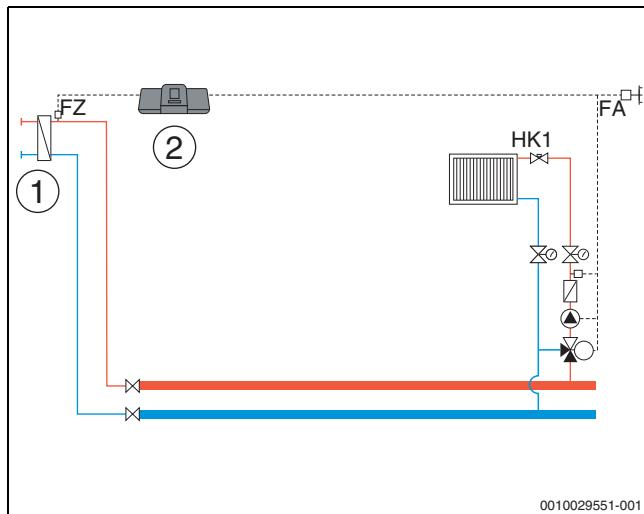
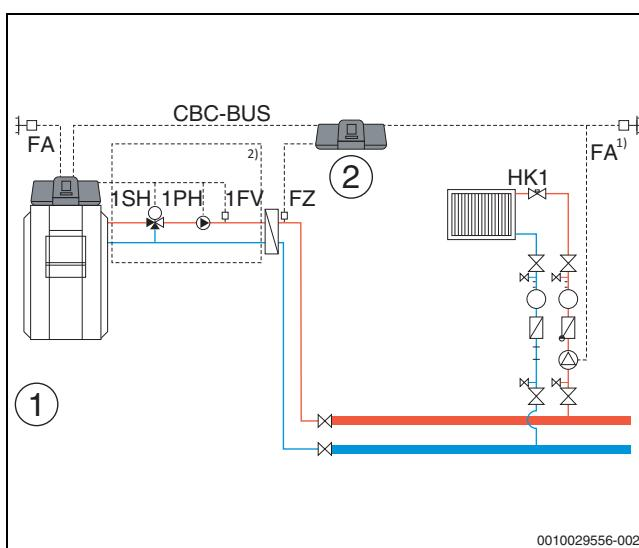

Bild 30 Variante 1: Fremde Wärmequelle mit Zubringerpumpe, Lastbegrenzung und Kompensation Wärmeverluste über FZ
Bild 35 Variante 3: Unterstation mit Vormischfunktion, Kompensation Wärmeverluste über FZ, Lastbegrenzung und Heizbetrieb bei Kommunikationsverlust
**Heizbetrieb bei Kommunikationsverlust:** Während Verlust der Kommunikation von Master zu Unterstation stellt der Master selbstständig zur Versorgung der Unterstation eine fest einstellbare Vorlaufsolltemperatur zur Verfügung (nur Variante 3, Heizzentrale und Unterstation (→ Bild 35), Grundeinstellung: 50 °C). Der Kommunikationsverlust wird als Störungsanzeige ausgegeben.
Der **Außenfühlerwert** der Unterstation in Bild 30...Bild 35 kann wahlweise vom Master-Regelgerät übernommen werden oder es kann für die Unterstation ein eigener Außentemperaturfühler gesetzt werden.